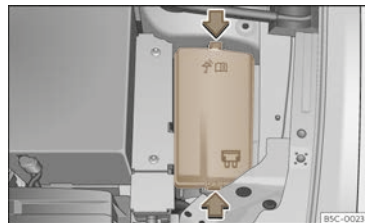

Abb. 222 Im Motorraum: Abdeckung des Sicherungskastens.
• Verriegelungstasten drücken, um die Abdeckung des Sicherungskastens >>> (Abb. 222) zu entriegeln.